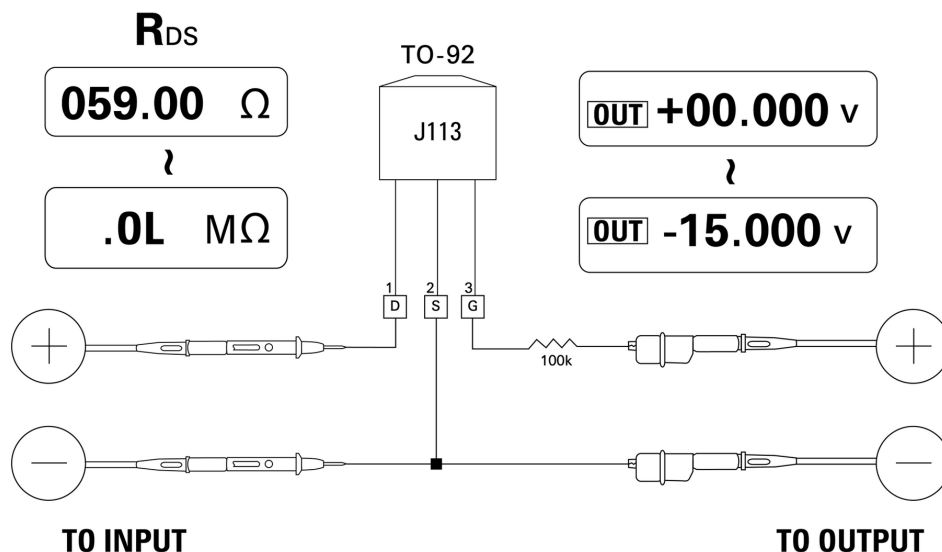

図 5-11 N チャンネル JFET
- 4 電圧出力を  $+00.000\text{ V}$  から  $-15.000\text{ V}$  まで徐々に下げます。 $R_{DS}$  値がそれに応じて増加します (図 5-11 (106 ページ))。